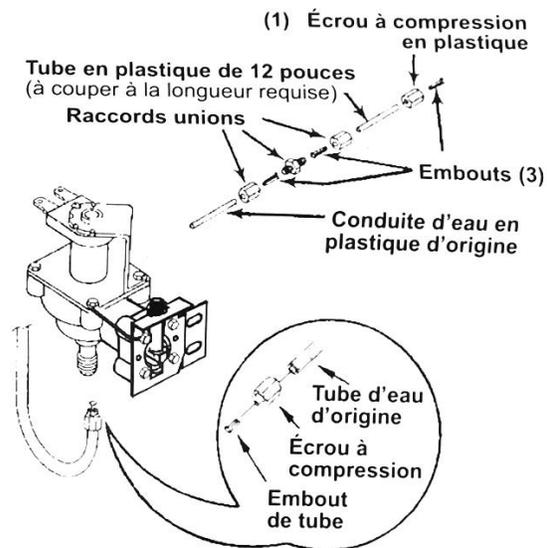

Figure 8
18. Déposer l'embout du tube et l'écrou à compression de la conduite d'eau en plastique d'origine. Voir la Figure 8.